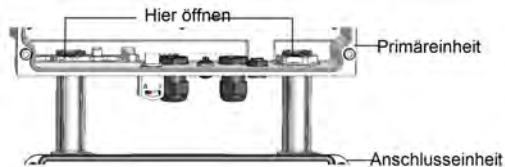

Abbildung 44: Leitermutter
6. Lösen Sie die beiden Leitermuttern in der Primäreinheit, welche die Anschlusseinheit mit ihr verbinden, siehe *Abbildung 44*.